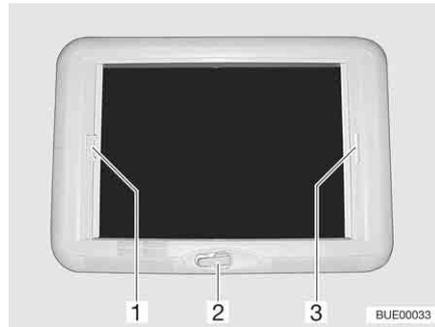

Fig. 94 Claraboya de manivela
*Abrir:* ■ Girar la manivela (Fig. 94,2) hasta que se note resistencia.
*Cerrar:* ■ Tirar del asidero (Fig. 94,3) del estor plegable y soltarlo en la posición deseada. El estor plegable se queda fijo en esta posición.
*Cerrar:* ■ Tirar del asidero (Fig. 94,1) de la protección contra insectos hacia el asidero opuesto del estor plegable (Fig. 94,3) y hacerlos engatillar.
*Abrir:* ■ Presionar el tirador de la protección contra insectos (Fig. 94,1) por la parte de atrás hacia arriba y desengancharla del estor plegable (Fig. 94,3).